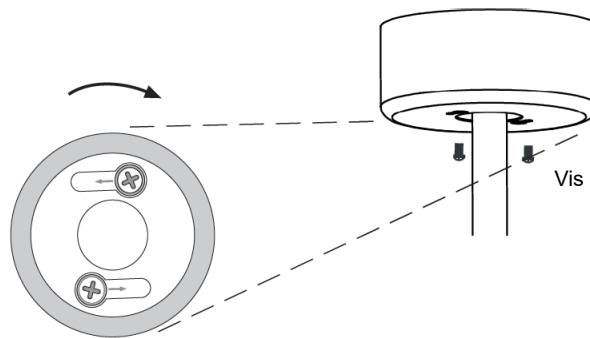

Fig. 9
**FINALISATION DE L'INSTALLATION****INSTALLATION DU CACHE (Fig. 9)**